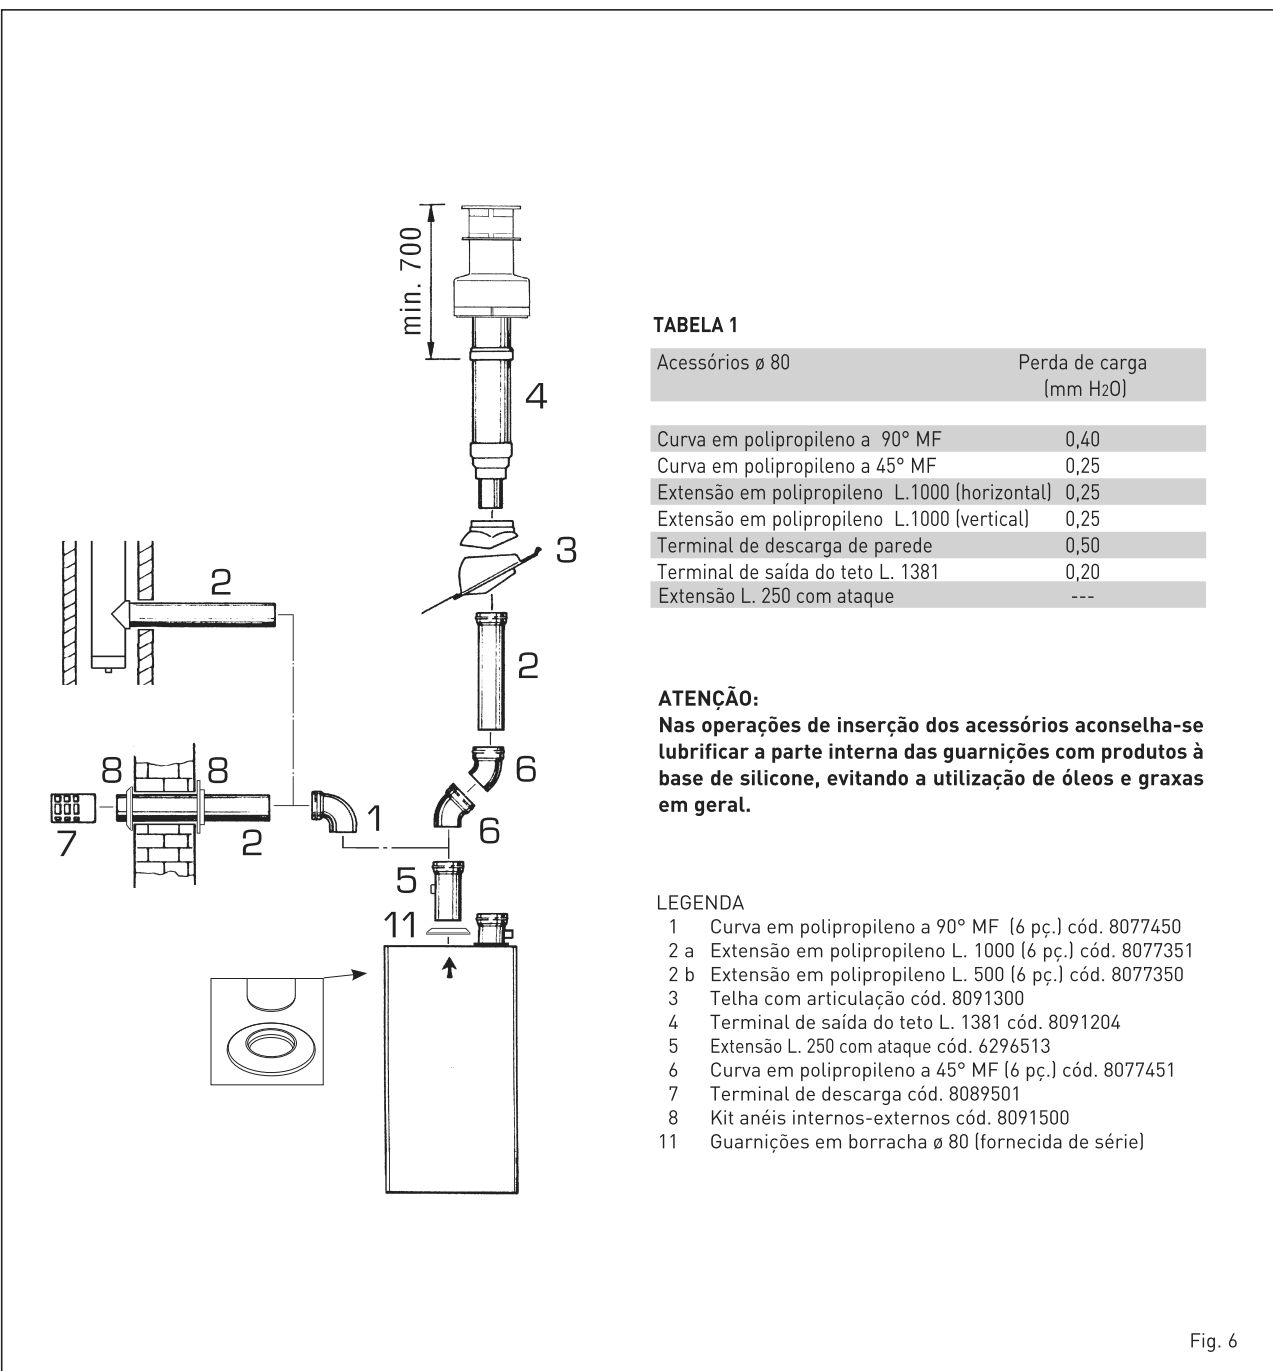

Fig. 6
2.4 EVACUAÇÃO FORÇADA TIPO B23P-B53P (fig. 6)
Para a realização desta configuração de descarga deve-se tomar como referência a fig 6. Juntamente com a máquina é fornecida uma guarnição em borracha com $\varnothing 80$ que deve ser utilizada do modo mostrado na figura.
da fig. 6/a.
2.5.1 Acessórios das condutas separadas (fig. 6/b)
Os esquemas da fig. 6/b ilustram alguns